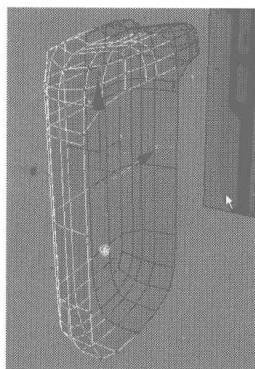
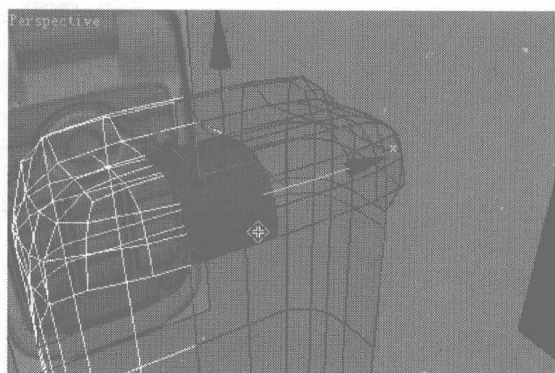

图 4.240
图 4.241
- 05** 继续调整键盘座上的节点，如图 4.240 所示，再选择如图 4.241 所示的面将其删除，取消所有编辑，